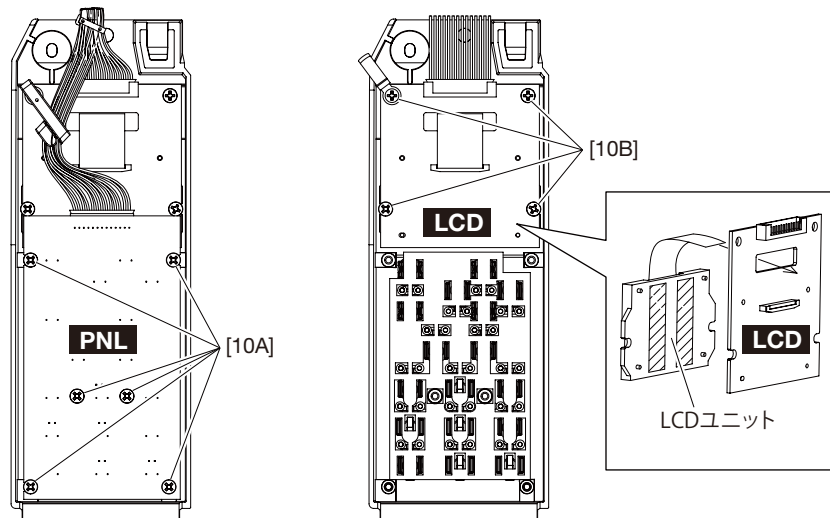

図 13
5. [10A]のネジ 6 本外して、PNL シートを外します。(図 13)
6. [10B]のネジ 4 本外して、LCD シートを外します。(図 13)